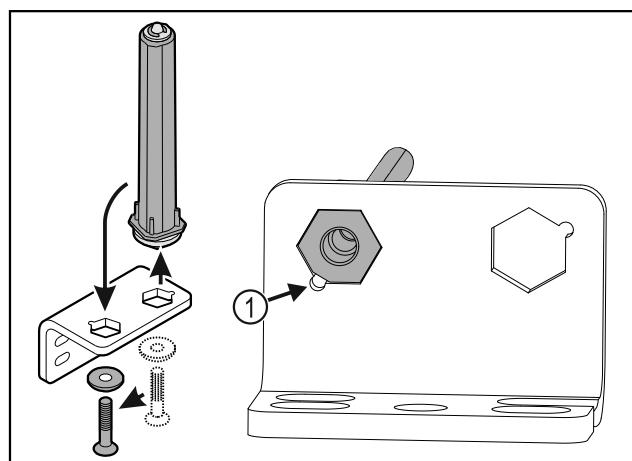

Fig. 19
- Bodite pozorni, da pri vstavljanju izravnalne točke sornika Fig. 19 (1) kažejo v smeri okrogle luknje.